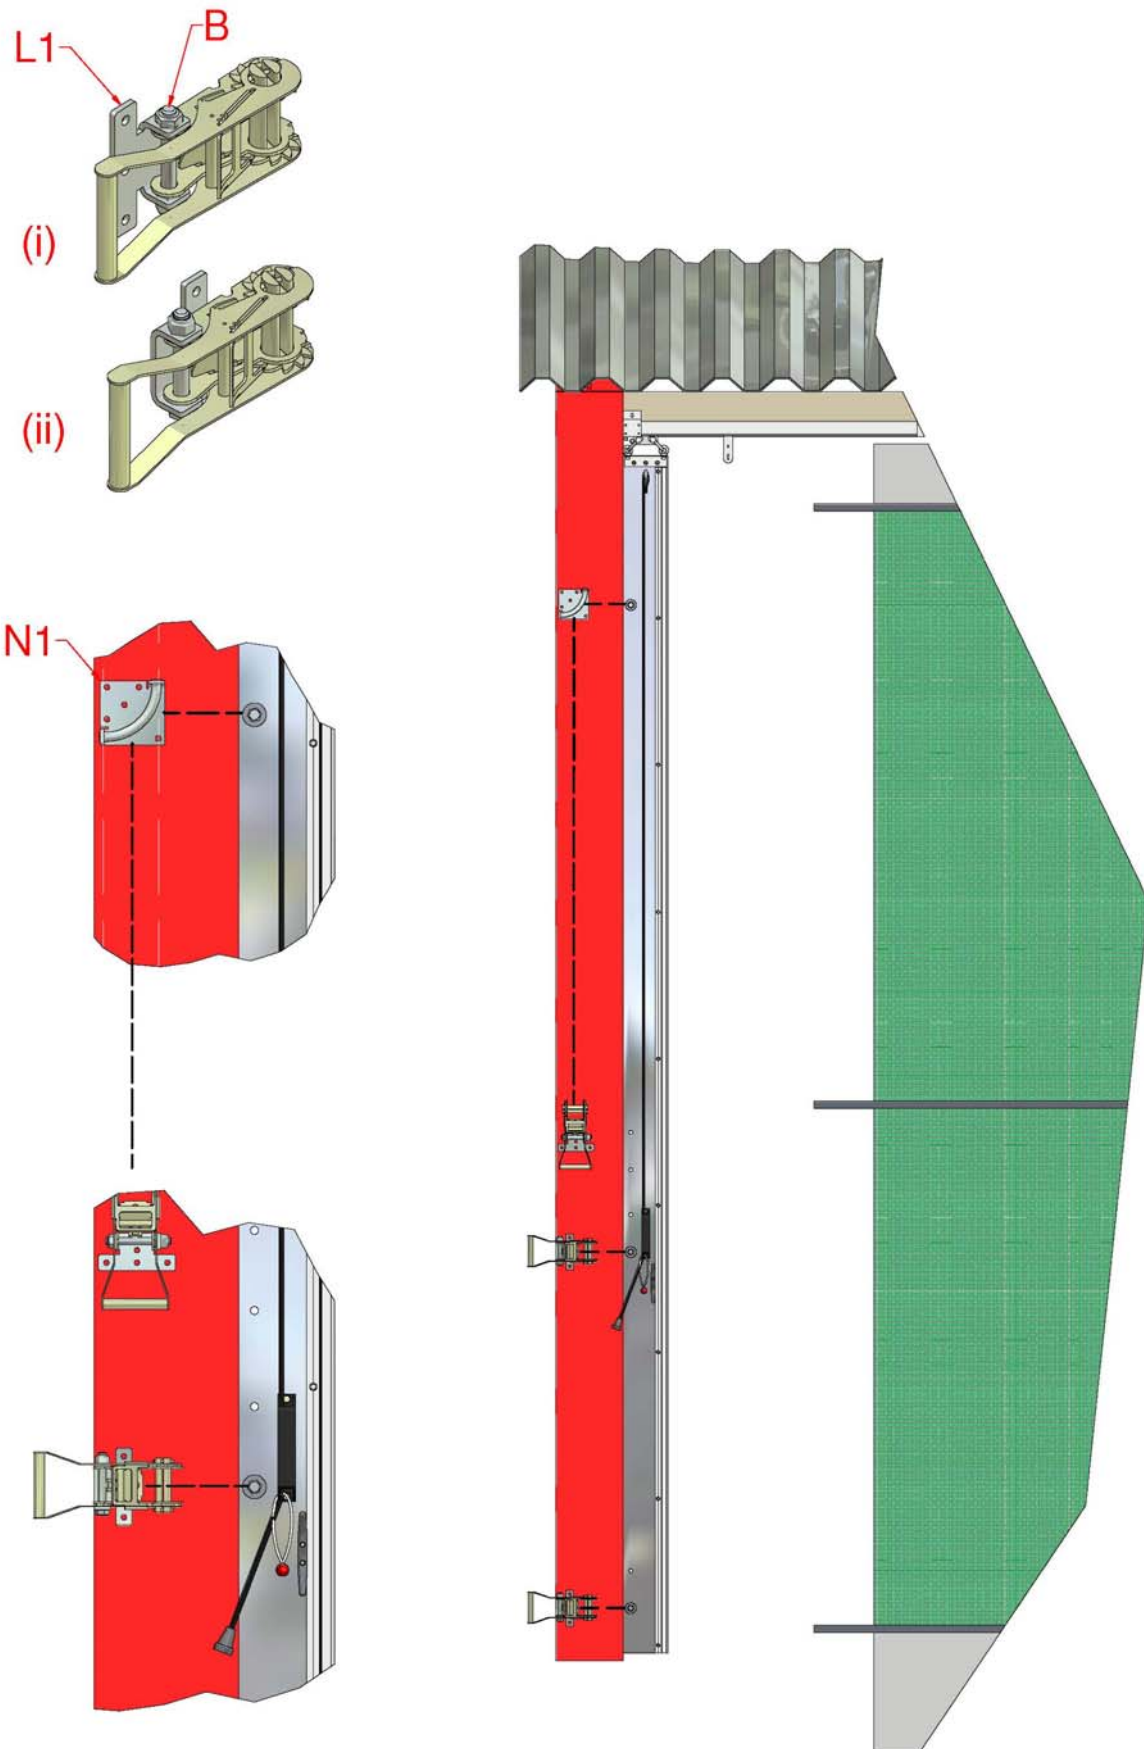

Abbildung 7: Befestigung des Schiebepfostens
8. Die beiden 50-mm-Ratschen (K1) und die Ratschenhalter (L1) mit der Schraube M12x90 wie in Abbildung 7 (i) bzw. (ii) gezeigt je nach dem vorhandenen Platz für die Montage zusammenbauen.
9. Zwei Ratscheneinheiten am Öffnungsende des Gebäudes so befestigen, dass diese auf die beiden Positionierstifte des Schiebepfostens ausgerichtet sind, siehe Abbildung 7.
- 10.1 Gurt-Eckblech (N1) so befestigen, dass die Kennzeichnungsnut auf den obersten Positionierstift ausgerichtet ist. 50-mm-Ratscheneinheit direkt unterhalb der unteren Kennzeichnungsnut in einer bequemen Höhe anbringen, siehe Abbildung 7.